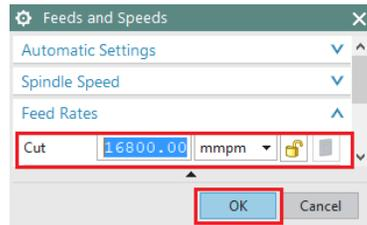

Figura 4.23 Feeds and Speeds
- En la opción **Feeds and Speeds**, cambiar el valor de **Cut** a 16800 mmpm, que se encuentra en la opción **Feed Rates**, después de esto dar click en **Ok** (Figura 4.23).